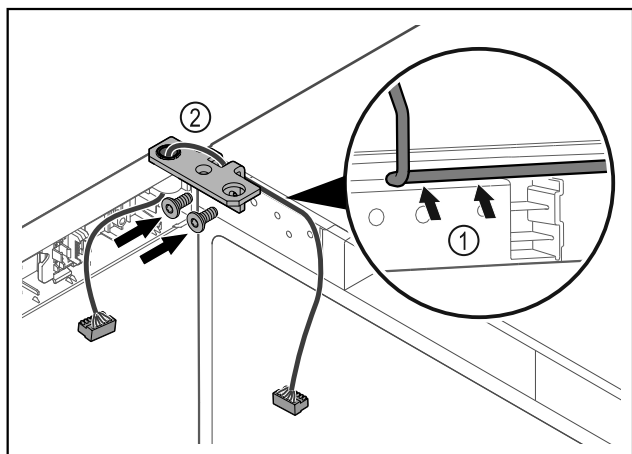

Fig. 48
- ▶ Provedite kabel kroz izrez na kutnoj šarci i oprežno ga položite Fig. 48 (1).
- ▶ Navrnite kutne šarke Fig. 48 (2).